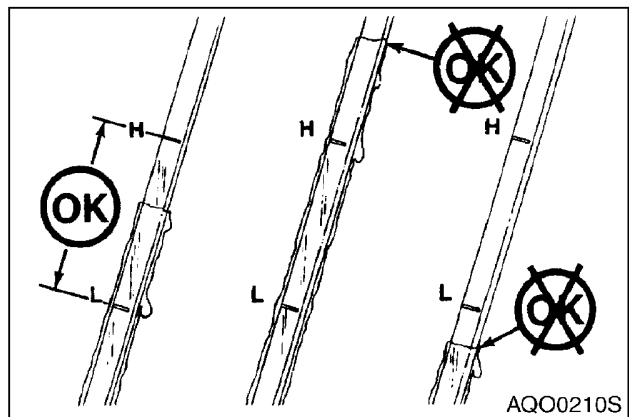

Рис. 4
2. Извлеките щуп моторного масла. См. рис. 4. Уровень масла должен находиться между отметками "HIGH" (Максимум) и LOW (Минимум) на щупе.